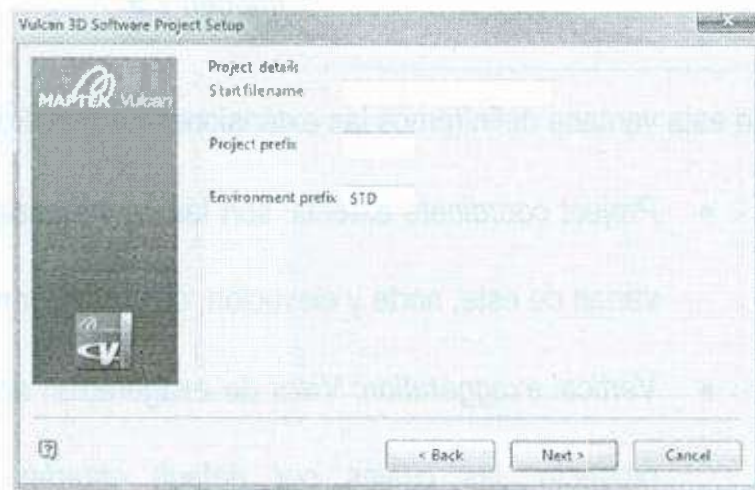

Imagen 2.8
7. Aparecerá la siguiente ventana (imagen 2.8):